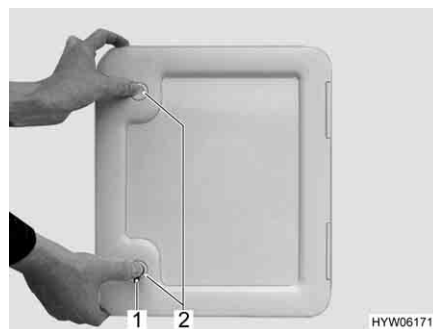

Fig. 30 Portillon pour toilette à cassette
- Insérer la clé dans le barillet du verrou à pression (Fig. 30,1) et la tourner d'un quart de tour.
- Appuyer du pouce et simultanément sur les deux verrous de pression (Fig. 30,2) et ouvrir le portillon pour la toilette à cassette.
- Insérer la clé dans le barillet (Fig. 30,1) et la tourner d'un quart de tour.